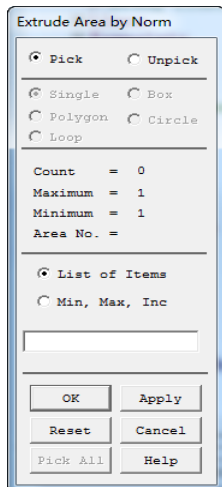

图 3-50 拾取面创建体
④ 沿面的法向拖拉面形成一个四棱柱。
①从主菜单中选择 Main Menu: Preprocessor > Modeling > Operate > Extrude > Areas > Along Normal。
②在图形窗口中拾取四边形面, 单击“OK”按钮, 如图 3-50 所示。